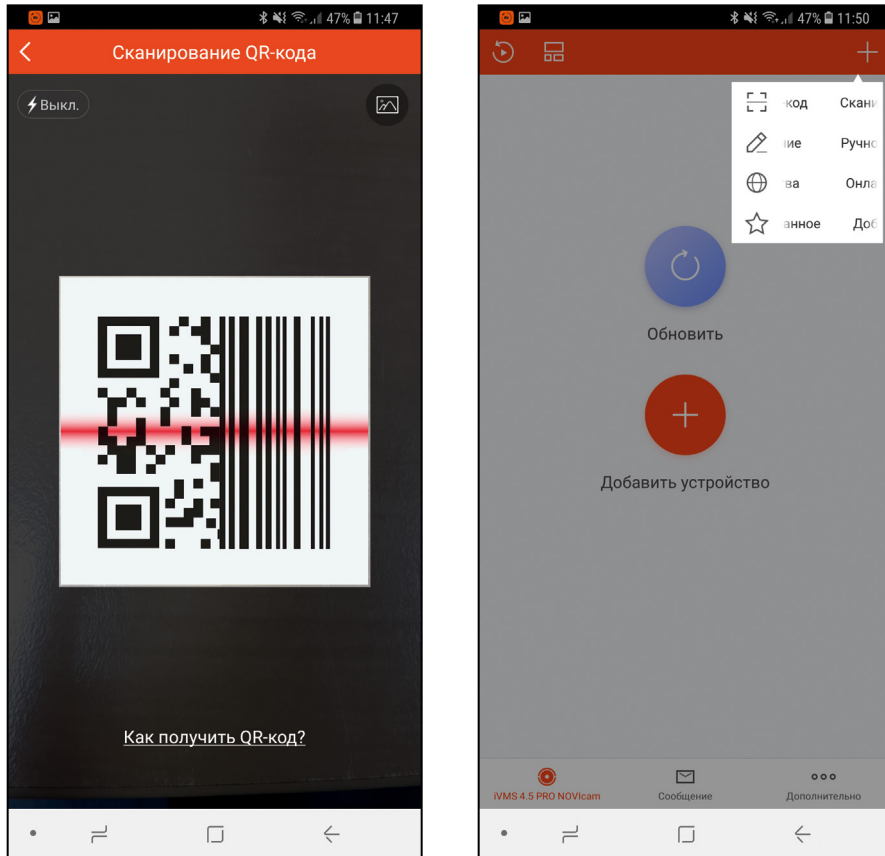

Рис. 36 Добавление устройства-2
5. Отсканируйте QR-код на корпусе камеры, или введите уникальный (9-значный) номер вручную, нажав **Ручное добавление**. (Рис.36)